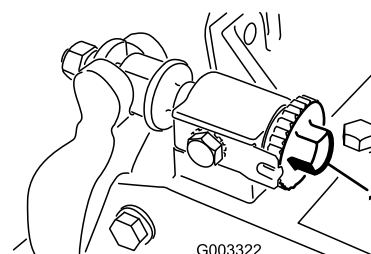

Figura 27
1. Desperte o contacto do cilindro na lâmina rodando os parafusos de ajuste da lâmina (Figura 27) no sentido contrário ao dos ponteiros do relógio até que não exista contacto.